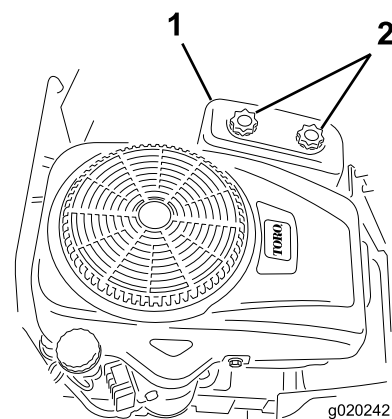

Figura 32
4. Remova cobertura do filtro de ar desparafusando os 2 botões (Figura 32).
3. Coloque cobertura do filtro de ar e aperte os dois botões (Figura 32).